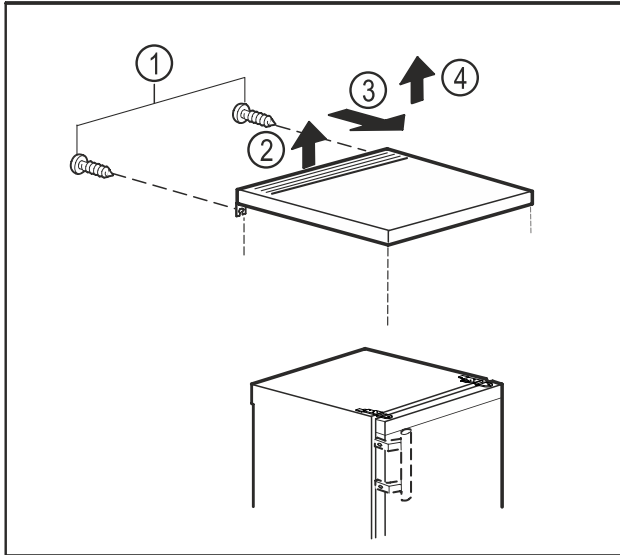

Fig. 10
- Schroeven aan de achterzijde verwijderen. Fig. 10 (1)
- Tafelblad aan de achterzijde optillen. Fig. 10 (2)
- Tafelblad omlaag schuiven. Fig. 10 (3)
- Tafelblad naar boven toe wegnemen. Fig. 10 (4)